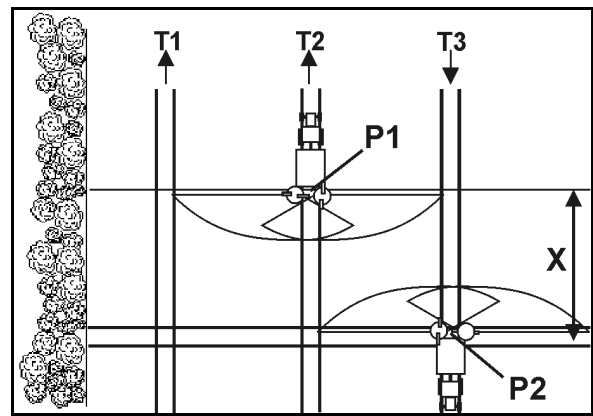

Bild 73
- Öppna slutspjällen när du kört in i körspåret vid punkt P1 (Bild 73), när spridartallrikarna är borttagna på sträckan X av vändtegens körspår.
- Stäng spjället innan du kör ut från körspåret vid punkt P2 (Bild 73), när spridartallrikarna befinner sig i höjd med vändtegens första körspår.